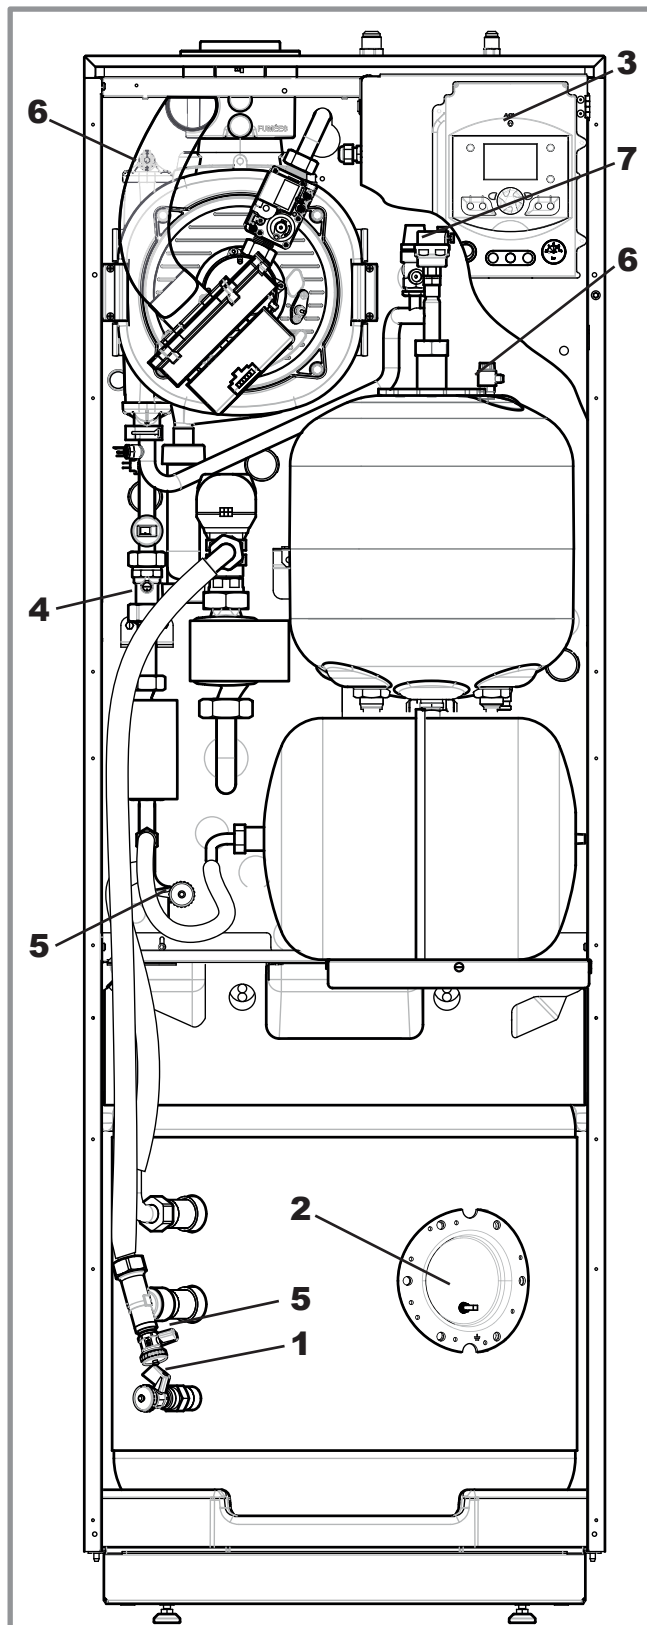

figure 70 - Vidange du module hydraulique et/ou du ballon sanitaire
- Débrayer le clapet antiretour (rep. 4, figure 70).